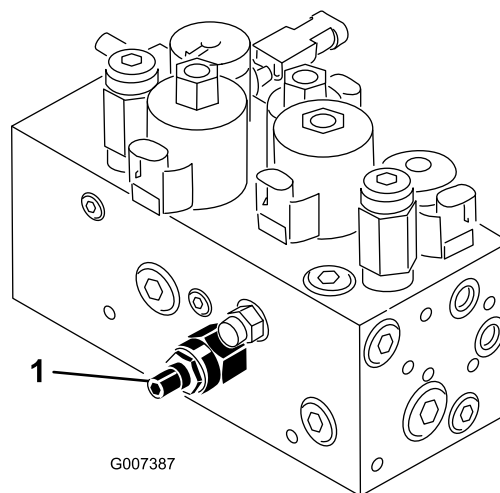

Figure 58
Le circuit de relevage/descente des plateaux de coupe de cette machine est muni d'un régulateur de débit (Figure 58). Celui-ci est ouvert en usine d'environ 3 tours. Il faut cependant parfois le régler pour compenser les différences de températures de l'huile hydraulique, des vitesses de tonte, etc. Dans ce cas, procédez comme suit:
1. Soulevez le siège et repérez le régulateur de débit du bâti de traction central (Figure 58) situé près du collecteur hydraulique.